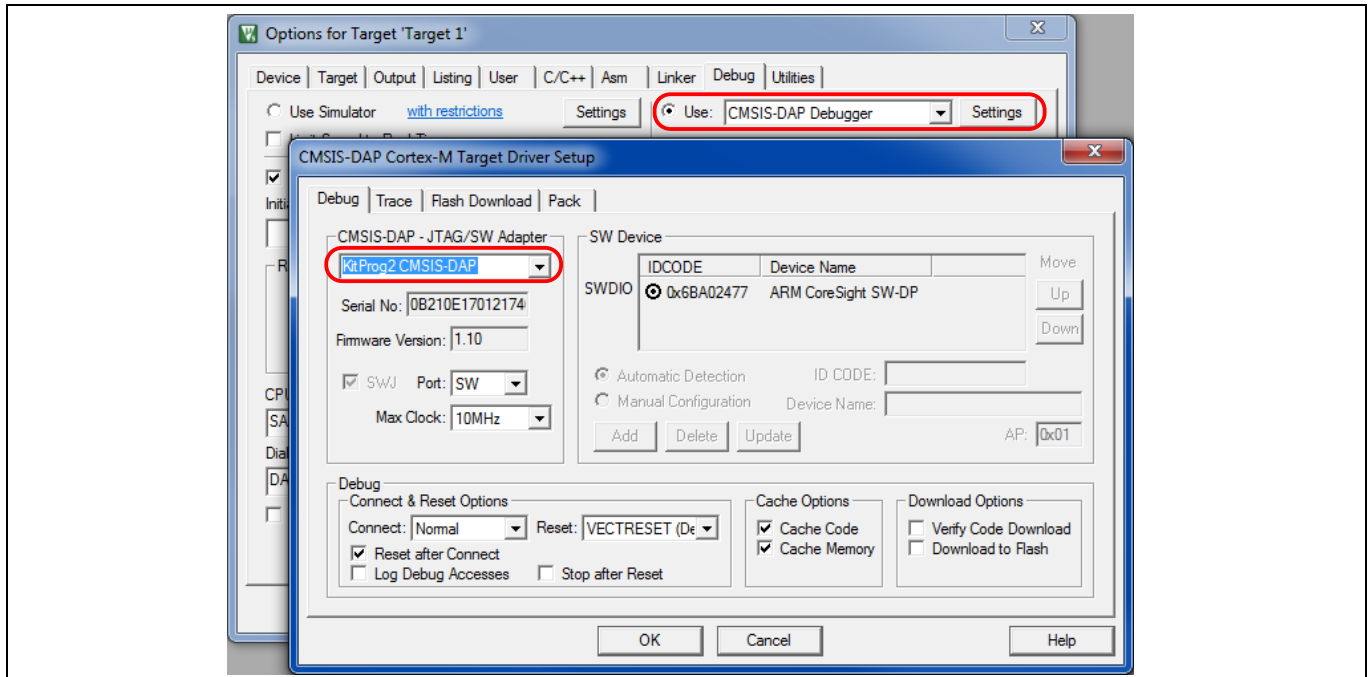

Figure 27 プロジェクトデバッグオプション
**Figure 27** に示すように、**Debug** タブで、**Use CMSIS-DAP Debugger** を選択してください。**Settings** をクリックし、**KitProg2 CMSIS-DAP** を選択して、他のすべての設定が表示されているデフォルトになっていることを確認してください。**OK** をクリックしてオプションダイアログに戻ってください。
- **Options** ダイアログの **Debug** タブの Target Driver Setup で、**Reset** オプションに VECTRESET を選択してください。**Figure 27** を参照してください。